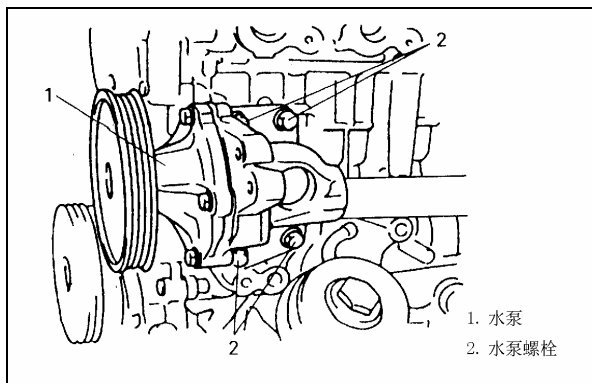

Рис. 4-31.
- 3). Открутить болт водяного насоса, снять водяной насос, Рис. 4-31.